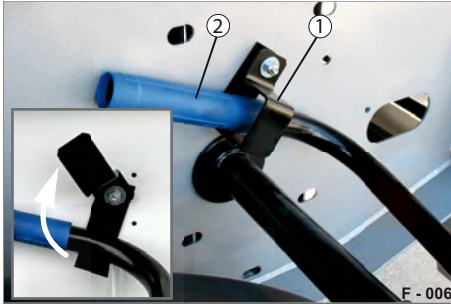

Abb. 28 Handkurbel gesichert
- ▶ Drehen Sie die Sicherungslasche (Abb. 28/1) nach oben.
- ▶ Ziehen Sie Handkurbel (Abb. 28/2) heraus und schwenken Sie diese unter dem Aufbau hervor.
- ▶ Setzen Sie die Handkurbel (Abb. 28/2) gemäß Abb. 28 ein.
- ▶ Sichern Sie die Handkurbel mit der Sicherungslasche (Abb. 28/1).